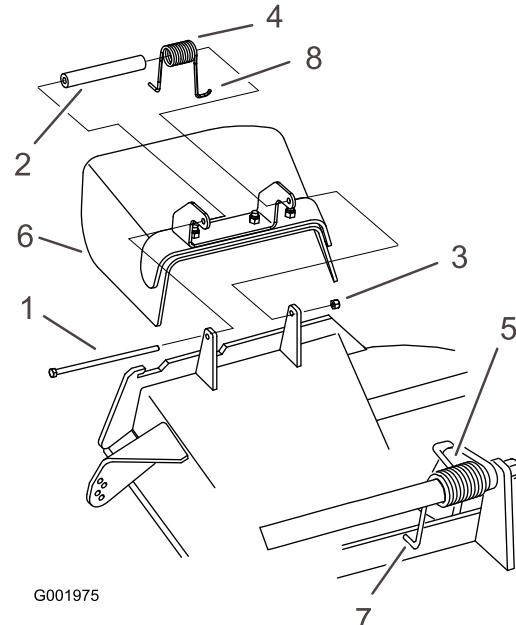

Figura 88
Nota: Asegúrese de colocar 1 extremo en J del muelle detrás del reborde de la carcasa antes de instalar el perno, según se muestra en Figura 88.
6. Coloque 1 extremo en J del muelle alrededor del deflector de hierba (Figura 88).
1. Retire la contratuercia, el perno, el muelle y el espaciador que sujetan el deflector a los soportes de pivotе (Figura 88).